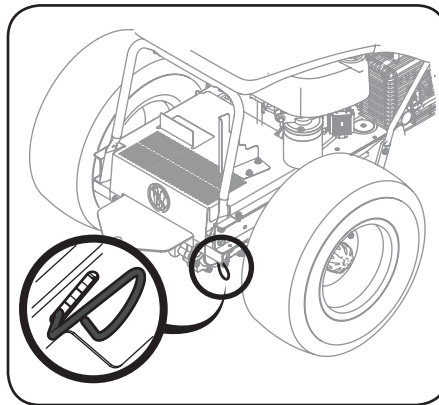

Figure 2-1
NOTE: Cette notice d'utilisation se rapporte à plusieurs modèles. Les caractéristiques peuvent varier selon le modèle. Certaines caractéristiques décrites dans cette notice peuvent ne pas s'appliquer à tous les modèles. Votre appareil peut différer du modèle illustré. Référez-vous à la Figure 2-1 pour voir quel type de transmission est équipé sur votre modèle : transmission à variation continue contrôlée par pédale, transmission à variation continue contrôlée par levier ou transmission hydrostatique.
1. Engagez la tige de dérivation de la transmission pour déplacer la tondeuse à siège sans démarrer le moteur. La tige de dérivation de la transmission se trouve du côté intérieur du pneu, vers l'arrière de la tondeuse à siège. Tirez la tige de dérivation vers l'extérieur et vers le bas pour l'engager. Voir Figure 2-1.
2. Poussez la tige de dérivation vers l'intérieur et vers le haut pour la désengager. Voir Figure 2-1.